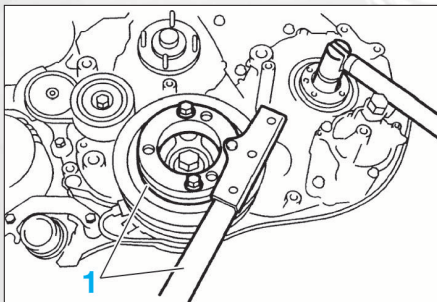

FIG. 48
- Bloquer le vilebrequin à l'aide des outils (1), puis déposer l'écrou de fixation et le joint torique de la pompe d'injection (fig. 48).